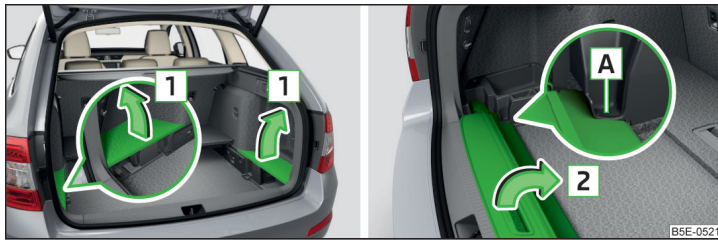

Abb. 135 Seitenabdeckungen herausnehmen / Aufrollbare Gepäckraumabdeckung verstauen
- Die Seitenabdeckungen in Richtung der Pfeile **1** herausnehmen » Abb. 135.